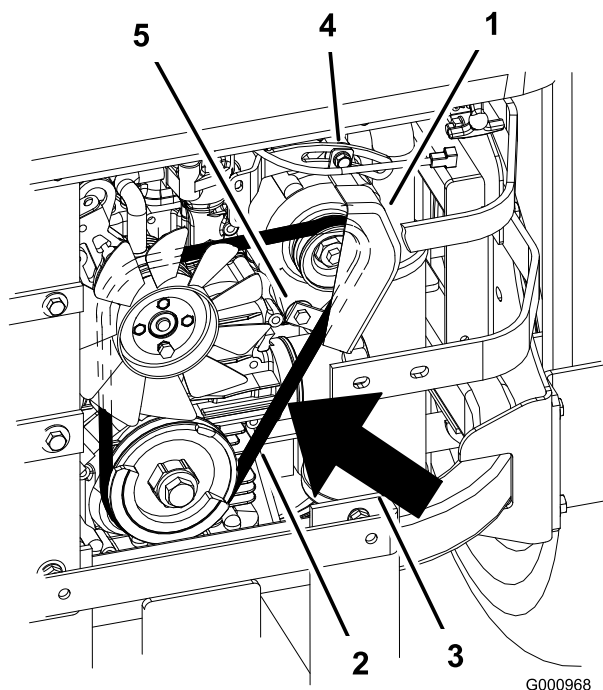

Figura 72
7. Afloje el perno inferior y retire el perno superior que sujeta el alternador y la cubierta (Figura 72).
9. Instale una correa nueva alrededor de las poleas y del alternador (Figura 72).
14. Apriete el perno inferior e instale el perno superior que sujeta el alternador y la cubierta (Figura 72).
2. Ajuste el alternador hacia fuera hasta que quede una desviación de 7 a 9 mm (1/4 a 11/32 pulg.) en la correa entre el motor y las poleas del alternador con un esfuerzo de 10 kgf (22.1 libras-fuerza)(Figura 72).
5. Si la desviación es correcta, apriete los pernos inferior y superior (Figura 72).